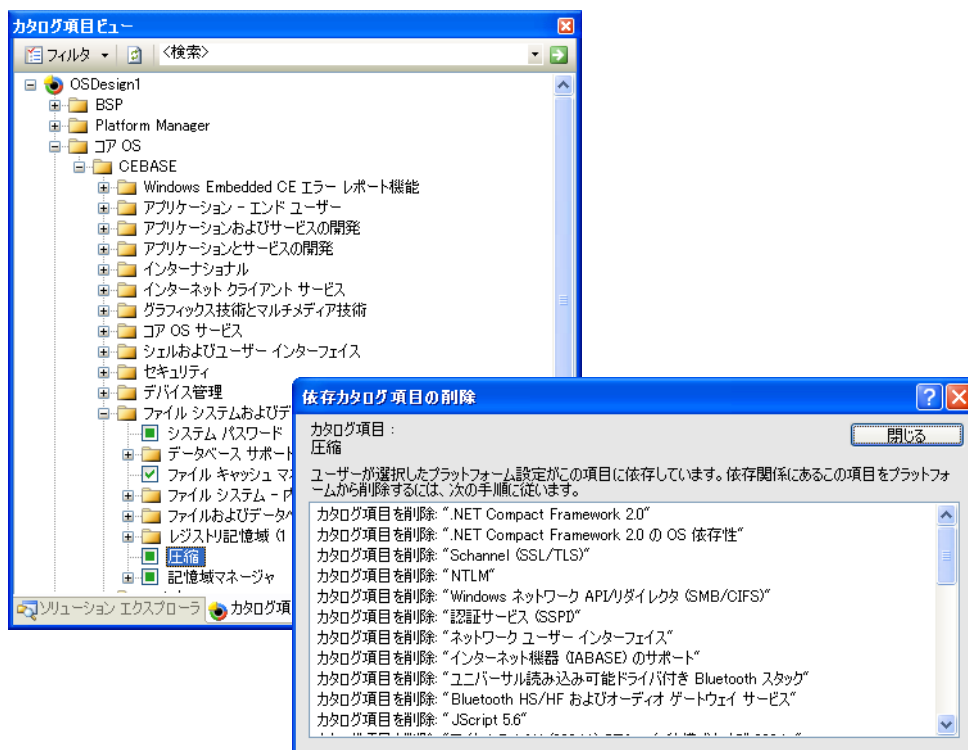

図 1-9 カタログ項目を依存した項目として含める理由
4. このカタログ項目を右クリックして、[項目を含める理由] を選択します。選択されたカタログ項目を OS デザインに含める理由になっているカタログ項目を示した [依存関係にあるカタログ項目を削除] ダイアログ ボックスが表示されます (図 1-9)。